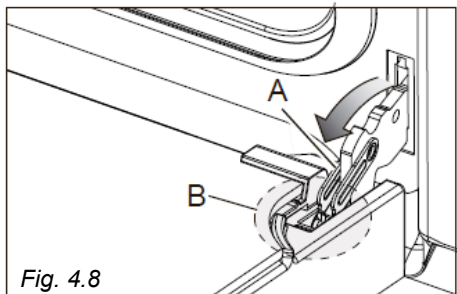
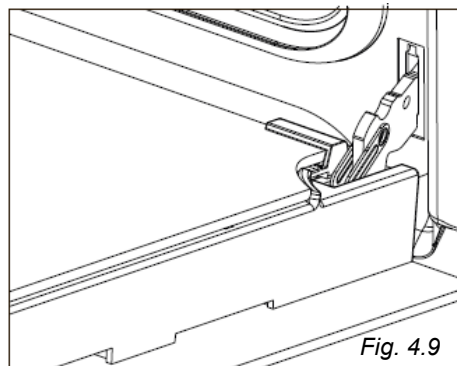

Fig. 4.8
Fig. 4.9
- Abra completamente a alavanca “A” das dobradiças direita e esquerda (fig. 4.8).
- Encoste a porta suavemente (fig. 4.9) até as alavancas “A” das dobradiças direita e esquerda encaixarem na parte “B” da porta (fig. 4.8).